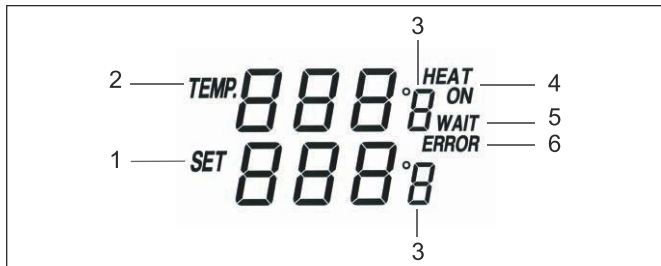

Fig.29: Pantalla LC
*Si el soldador no está conectado o está defectuoso, suena un tono de advertencia cuando la estación de soldadura está encendida y en la pantalla parpadea la palabra "ERROR". Véase la fig. 29.*
1. Encienda la estación de soldadura con el interruptor de encendido/apagado (2).
2. Pulse la tecla de selección °C/°F (9) para ajustar la unidad de temperatura de °C a °F o viceversa.
3. Ajuste la temperatura de soldadura que desee por medio de la tecla de selección de temperatura "200 °C", "300 °C" y "400 °C" (10) y las teclas "UP" (arriba) y "DOWN" (abajo).
*Por ejemplo, 300 °C: al pulsar la tecla "300 °C" aparece en la pantalla la temperatura seleccionada "SET 300 °C" (programado a 300 °C). El valor superior a la derecha de "Temp" aumenta hasta alcanzar los 300 °C. En la parte derecha de la pantalla aparece "HEAT ON" —calentamiento activado— y "WAIT" —esperar—. Véase la fig. 29. El valor se apaga una vez que se hayan alcanzado 300 °C y haya terminado el proceso de calentamiento.*